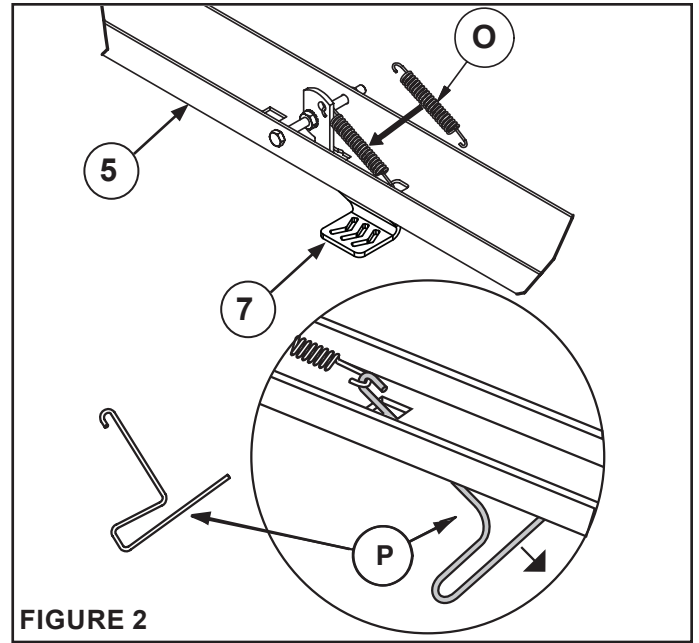

FIGURE 2
ÉTAPE 2 : (VOIR FIGURE 2)
- Accrochez l'extrémité courte du ressort (O) dans l'ouverture du verrou de la pédale (7).
- Passez le tire-ressort (P) dans le trou carré du timon pivotant (5), comme illustré ci-dessous.
- Accrochez le tire-ressort (P) à l'extrémité du ressort d'extension (O).
- Tirez le ressort d'extension (O) jusqu'à ce qu'il puisse être accroché dans le trou carré. Retirez le tire-ressort (P).